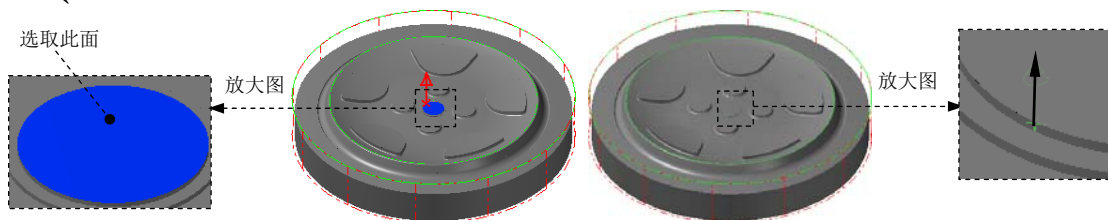
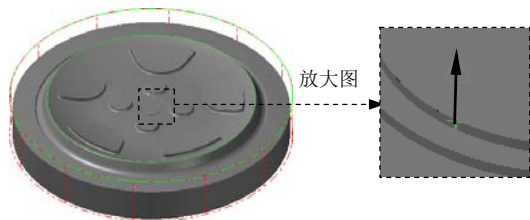

图 15.49 定义附着面
图 15.50 定义边界位置
(1) 选择命令。选择下拉菜单 **绘图(D)** → **曲面曲线(V)** → **单一边界(O)...** 命令。
(2) 定义附着曲面和边界位置。在图形区选取图 15.49 所示的面为附着曲面，此时在所选取的曲面上出现图 15.49 所示的箭头。移动鼠标，将箭头移动到图 15.50 所示的位置单击鼠标左键，此时系统自动生成创建的边界预览。单击 按钮完成指定边界的创建，同时系统弹出“创建所有边界线”工具栏。